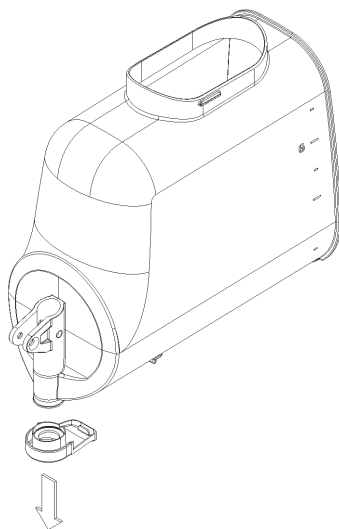

Bild 15
- 7 Den Durchflussbegrenzer des Behälters entfernen (Bild 15).
- 3** Den Zapfhahn gegenteilig zum Ausbau in (Bild 15) wieder am Behälter montieren.